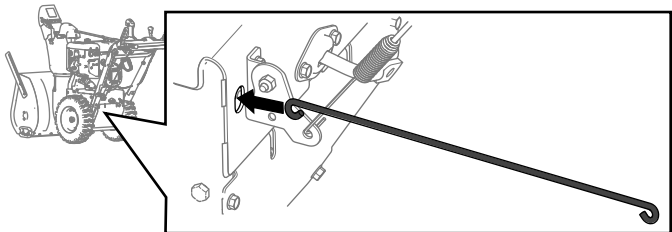

Figura 8
- Inserite la nuova asta di trazione facendola passare attraverso la parte posteriore della macchina (Figura 8).